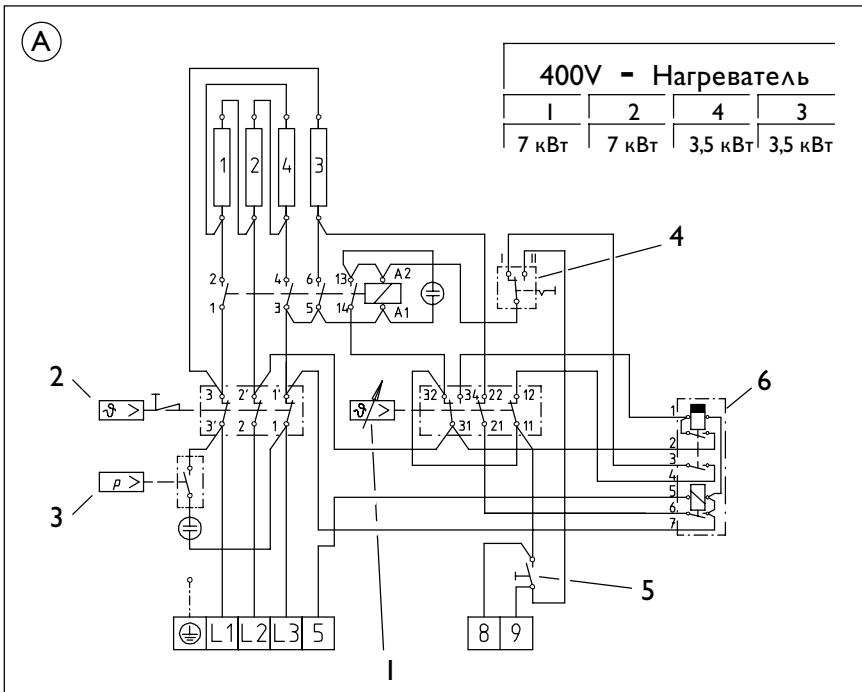

Рис. 11
- Переключатель должен быть установлен в соответствии с режимом эксплуатации (рис.11, поз.4).
### (A) Схема электрических соединений, рис.11